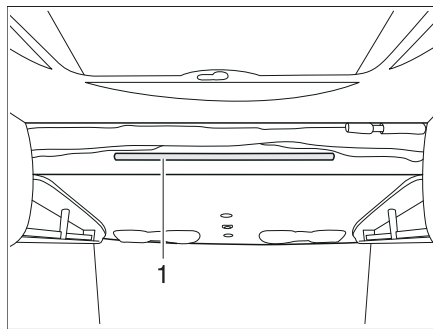

Fig. 149 Lit escamotable électrique
- L'échelle de montée doit être accrochée par les deux étriers à la tige de retenue (Fig. 149,1) se trouvant sur le lit escamotable.